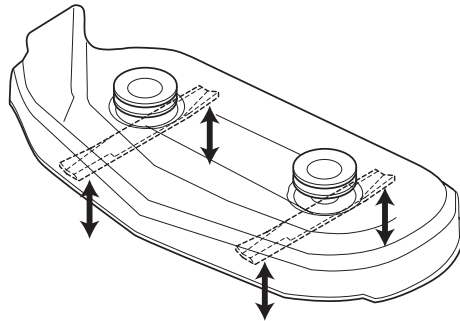

Figure 36. Orienter les lames d'avant en arrière
1. Tourner les lames d'avant en arrière comme l'indique la figure 36. Mesurer la distance du sol aux extrémités avant et arrière des lames gauche et droite (figure 36). Les extrémités avant doivent être à 3-6 mm (1/8"-1/4") plus haut que les extrémités arrière. Si ce n'est pas le cas, passer à l'étape 2.